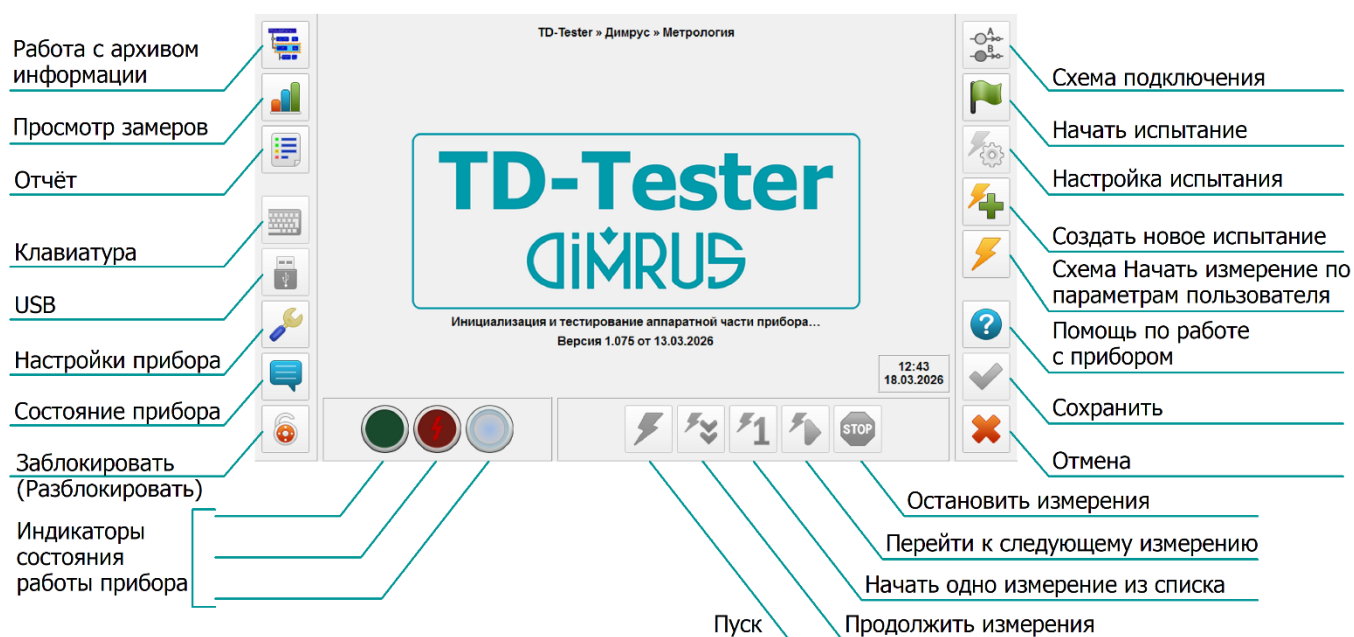

Рисунок 5-1. Главное окно прибора TD-Tester
- индикатор «STATUS» мигает зеленым цветом - выявлена неисправность в результате тестирования или работы прибора. Для просмотра подробности об ошибке и принятия решения необходимо нажать кнопку «Состояние прибора» , [Рисунок 5-1];
При подключении прибора TD-Tester к испытываемому объекту (трансформатору) следует соблюдать следующий порядок выполнения операций (для пунктов 1-3 см. Рисунок 5-1):
Доступ к базе данных осуществляется при помощи кнопки «Выбрать из архива», [Рисунок 5-1].